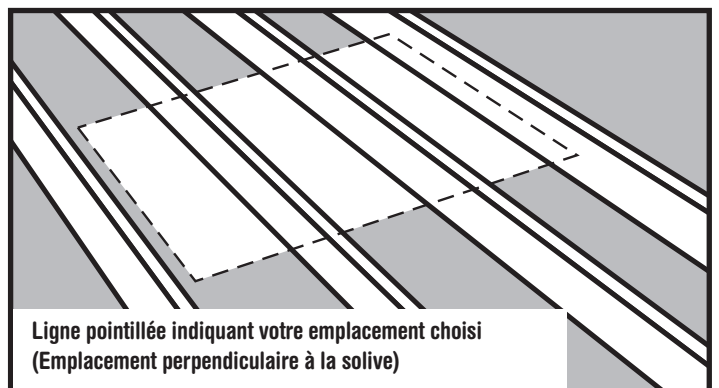

Figure 8
- (B) Si l'emplacement choisi est perpendiculaire aux solives, marquez la largeur de l'ouverture brute sur le dessus des solives (Voir la Figure 8). Ne coupez pas de solive à cette marque.